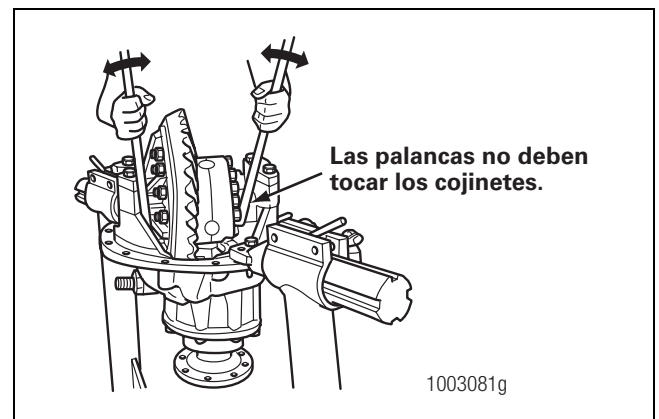

Figura 5.38
- B. Inserte dos palancas entre la caja del diferencial o la corona y el portadiferencial en lugares distintos a los descritos en el Paso A. Las palancas no deben tocar los cojinetes del diferencial. Figura 5.38.